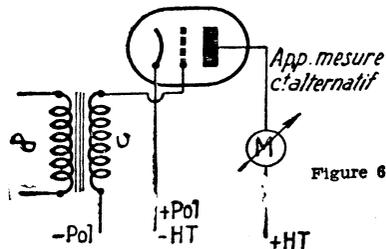

Figure 6
a) Mesure de la pente S. — Le schéma de principe est celui de la figure 6. On injecte dans la grille une faible tension alternative. Cette tension alternative provoque un courant alternatif de plaque I_a